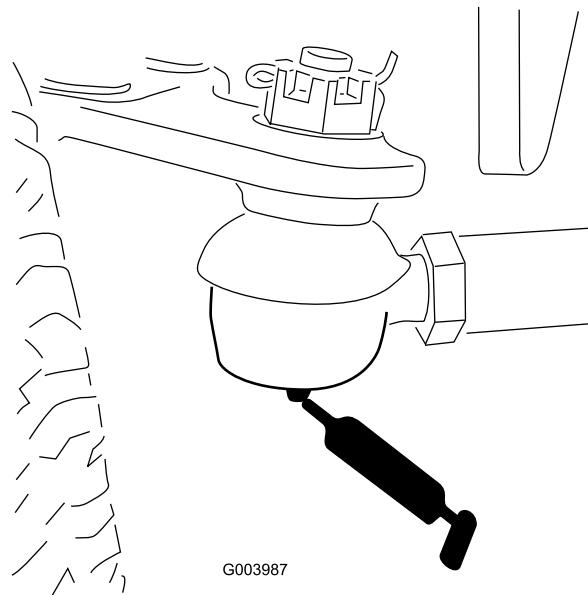

Figura 33
- Tirante del eje trasero (2): Figura 33